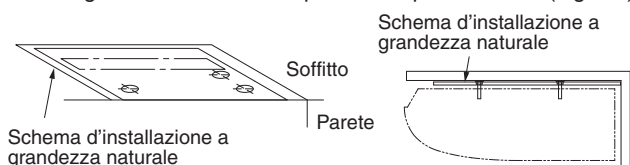

Fig. 3-9
- (1) Posizionando lo schema d'installazione a grandezza naturale sul soffitto, è possibile individuare la posizione dei bulloni di sospensione. Segnare con una matita i punti in cui praticare i fori (Fig. 3-9).